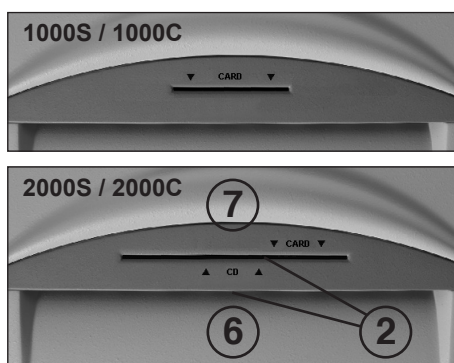

fig. 2
(marcha hacia delante) (fig. 2)
- Introducir el papel al mecanismo de corte por la boca de alimentación de papel (6) (fig. 2).
- Los soportes de datos (CD, DVD o tarjeta de crédito) se tienen que pasar uno por uno al mecanismo de corte por la boca de alimentación de CD/DVD(CARD) (7) (fig. 2) de disposición separada.